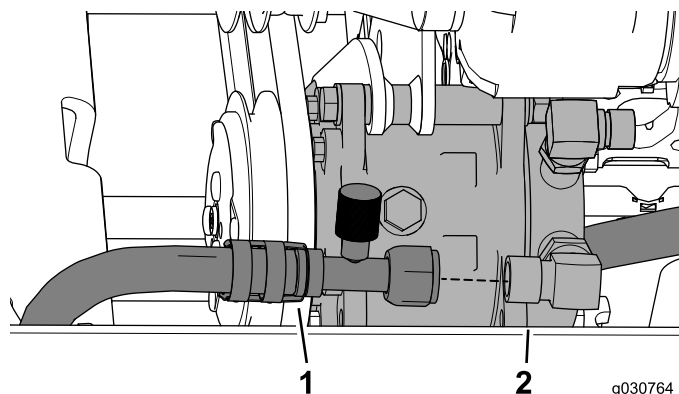

Figura 42
1. Conecte la manguera de baja presión del aire acondicionado (7/8") desde la cabina hasta el acoplamiento de 90° (7/8"), según se muestra en Figura 42.